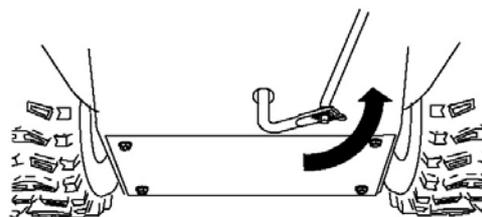

Рисунок 12
5. Поверните нижнее соединение полностью вверх (против часовой стрелки) (Рис. 12).